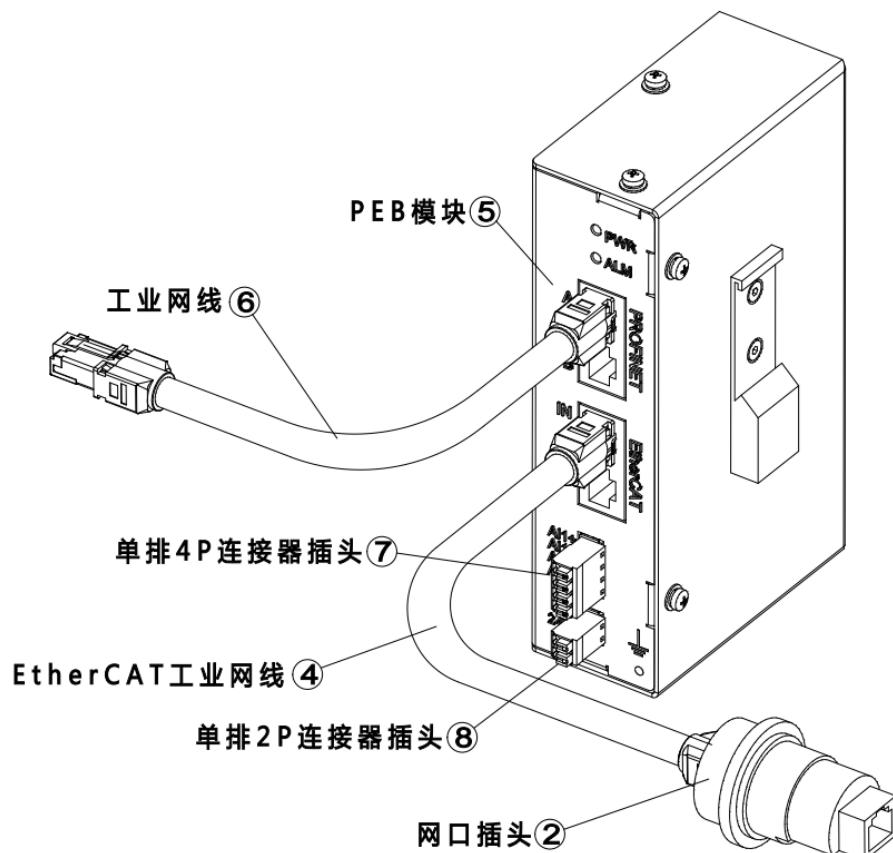

图 16-13 连接 PEB 模块接口示意图
步骤4. 将④ EtherCat 工业网线一端接在柜体的网口插头上，另一端接在⑤ PEB 模块的 EtherCAT/IN 接口上；将⑥ 工业网线一端接在⑤ PEB 模块的 PROFINET/A 接口上，另一端接在用户自己的 PLC 模块上，参考图 16-13。